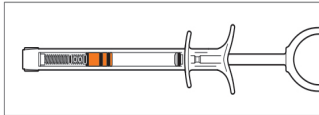

Abbildung 3 - erste Klickposition
- h. Das freie Ende des Verlängerungsschlauchs in sterile Kochsalzlösung tauchen. Den Kolben langsam wieder in die **erste Klickposition** (Abbildung 3) ziehen, um die Spritze zu füllen.